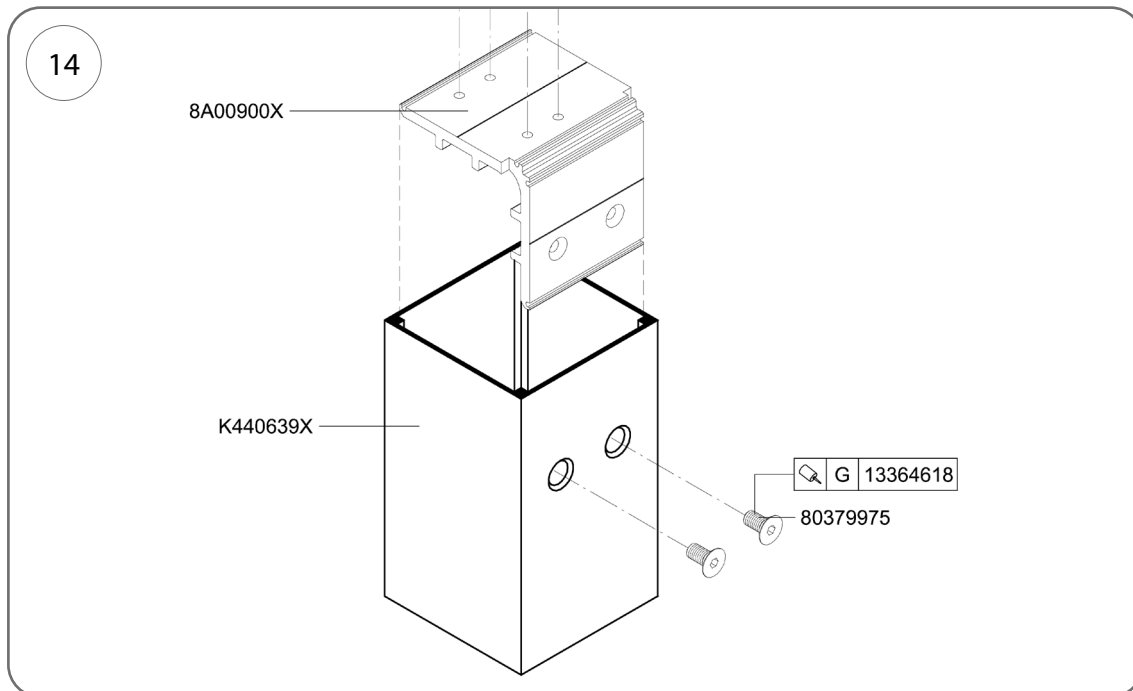

Fig. 14
1. Fixez le connecteur de colonne, réf. 8A00900X, comme indiqué sur la figure 14.